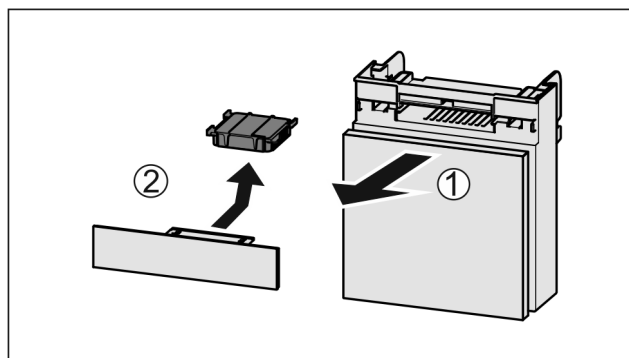

Fig. 114
- ▶ Вытянуть Fig. 114 (1) отделение движением вперед.
- ▶ Извлечение Fig. 114 (2) фильтра с активированным углем.